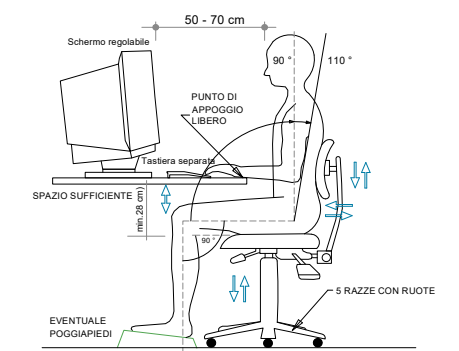

Figura 1 – POSTO DI LAVORO
- Con gli schermi comunemente in uso è consigliabile una distanza visiva compresa tra 50 e 70 cm (vedi figura 1). Per gli schermi molto grandi, è consigliabile una distanza maggiore.